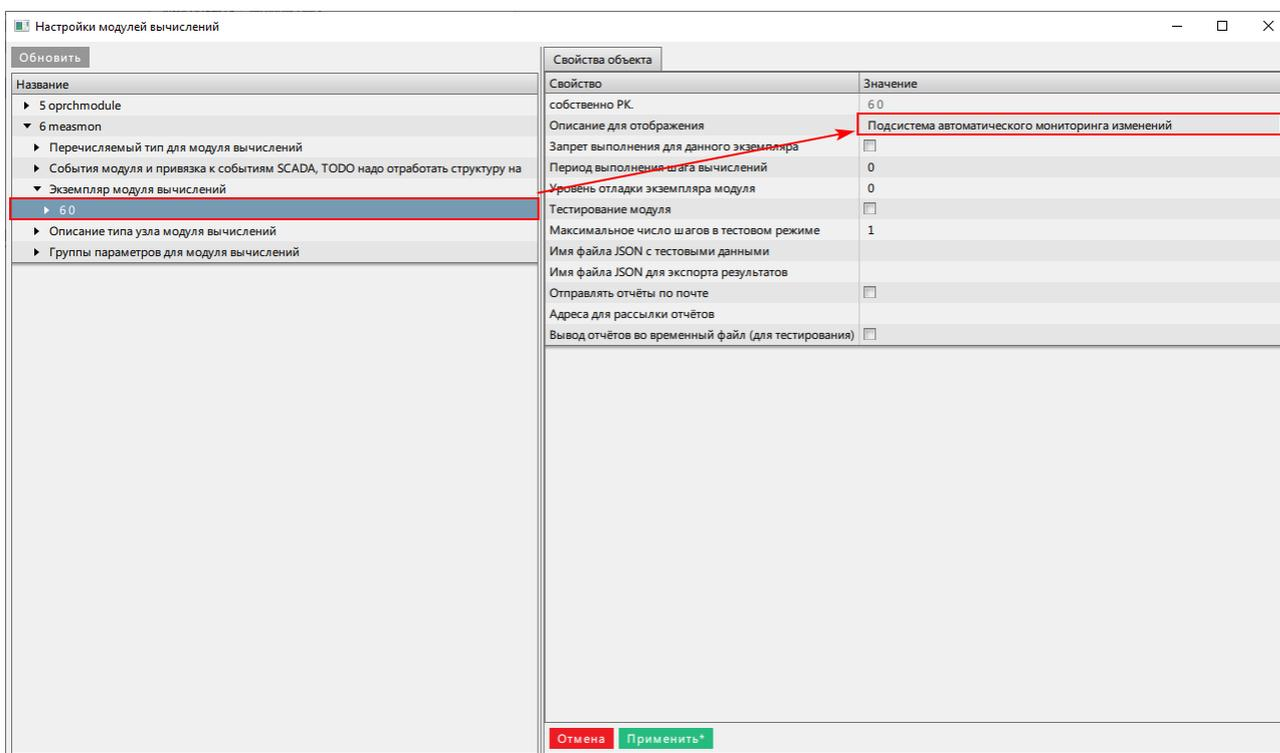

Рисунок 426 - Описание для отображения
- Для нового экземпляра модуля вычислений в строке **Описание для отображения** назначьте название (Рисунок 426).